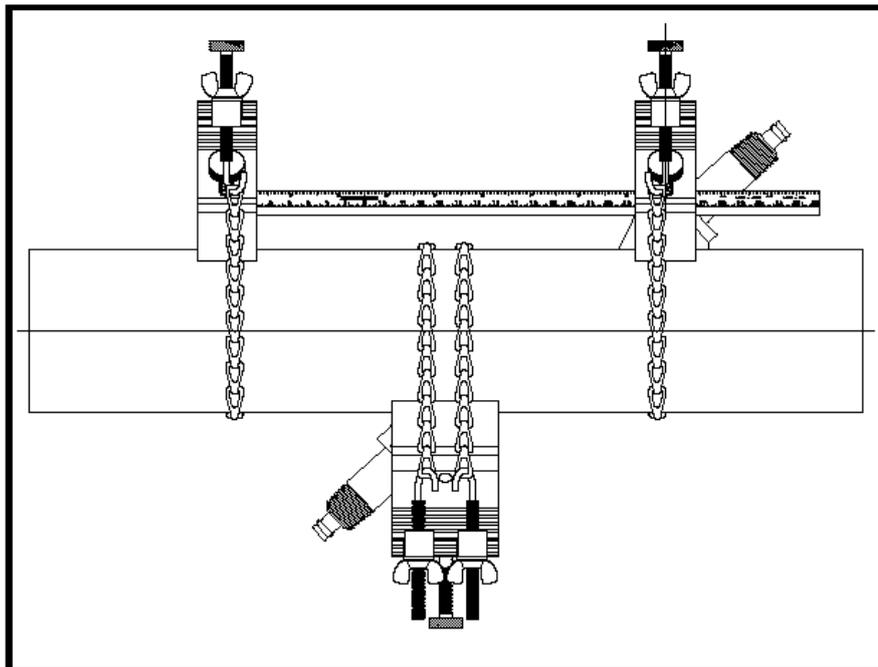

Рис. 37. Законченная в сборке установка для одноходового измерения
3. Обратитесь к рис. 37 и 38 на следующей странице для ознакомления с чертежами установок для одно- и двухходовых измерений. Определите направления течения по потоку и против него на трубе и введите преобразователь в правый блок. Обеспечьте, чтобы кабель соединителя измерительного преобразователя был направлен в сторону от центра измерительной установки, как это показано на иллюстрации.